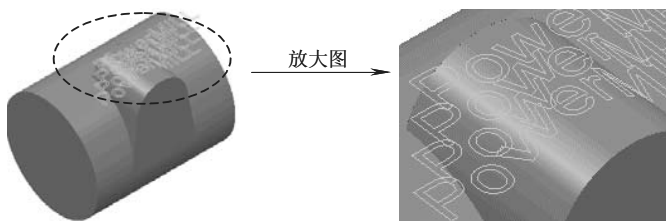

图 4-104 合并路径
4) 合并: 同时从顶部和底部路径开始偏置, 在接合部位合并处理, 如图 4-104 所示。